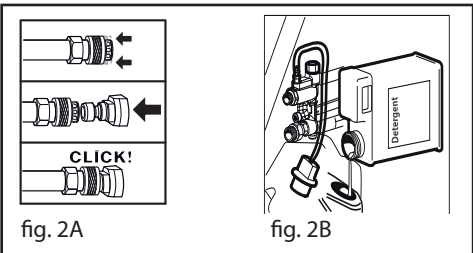

fig. 2A
Sett "CHEMICAL " dysen inn i lansen (fig. 2A). Heng rengjøringsmiddelsugeslangen ned i en beholder med rengjøringsmiddel. (fig. 2B). Blandingen av vaskemiddel og vann skjer automatisk når vannet passerer.
2. Koble høytrykksslangen til pistolen. Sett lensen inn i pistolen. (fig.6). Sett dysen inn i lansens. (fig.2A).